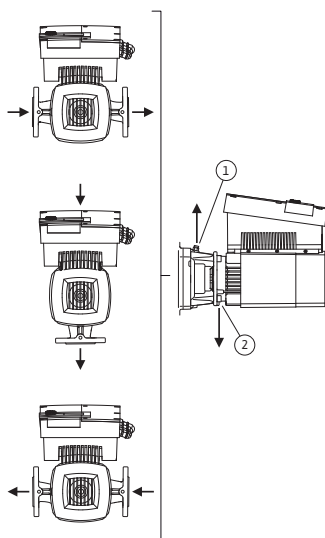

Fig. 22: Positions de montage autorisées avec arbre moteur horizontal
Les positions de montage autorisées avec arbre moteur horizontal sont représentées sur la fig. 22. Toute position de montage exceptée « Module électronique vers le bas » est autorisée. Le dégazage de la pompe n'est assuré que si la vanne de purge pointe vers le haut (fig. 22, pos. 1).
Seule cette position permet d'éliminer de façon ciblée le condensât présent via un perçage présent (fig. 22, pos. 2). Pour ce faire, retirer la bouchon de la bride du moteur.